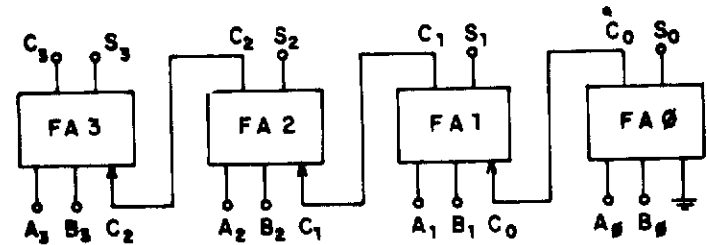

figura 2-8 - Somadora eletrônica
De posse desse dispositivo torna-se fácil projetar uma somadora eletrônica de números binários (figura 2-8). Os bits de mesma posição, começando à direita pelo LSB, são somados dois a dois tal como no processo manual. O carry ("vai um") de uma casa é conectado ao somador seguinte, exceto o primeiro que não o tem, sendo aterrado (0). O resultado da soma será o número $C_3 S_3 S_2 S_1 S_0$.